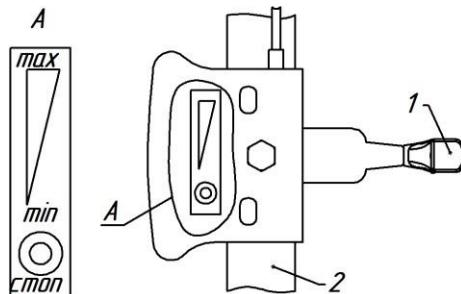

Рис.5. Дистанционное управление двигателями.
3. После установки руля на раму мотоблока следует закрепить механизм управления дроссельной заслонкой (газом) в отверстии на правой половине руля с помощью винта М6, пружинной шайбы и гайки М6, проверить плавность работы механизма возвратно-поступательными движениями рычага (рис.5).